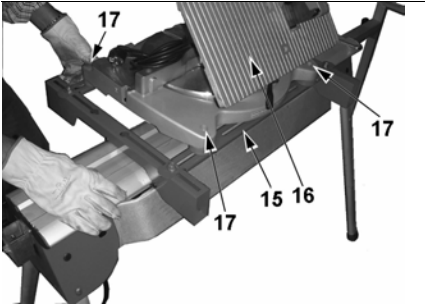

Abb. 14
- Jetzt das Werkzeug (16) auf die Halterungsstangen aufsetzen. Beim Beispiel von Abb. 14 handelt es sich um ein Trennwerkzeug.
- Sicherstellen, dass die an den Werkzeug-Stützfüßen (17) vorhandenen Bohrungen und die Ösen der Halterungsstangen (15) perfekt koaxial sind. Ggf. die Positionierung der Stangen korrigieren.
- In die an den Stützfüßen (17) vorhandenen Bohrungen die entsprechenden Blockiersysteme einführen.